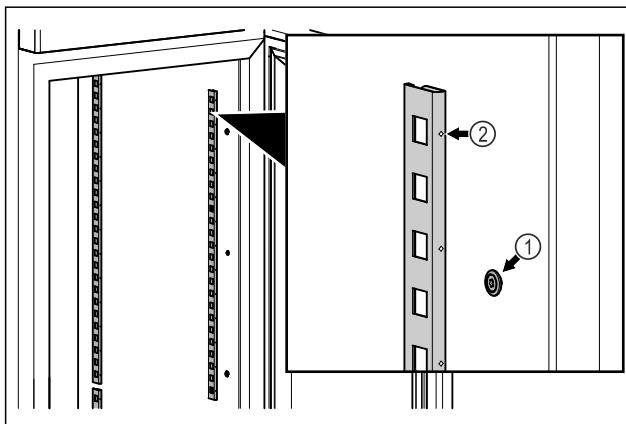

Fig. 15 Atvaizdo pavyzdys
- Iškabinkite fiksavimo juosteles į pakabą Fig. 15 (1). Žyma Fig. 15 (2) turi būti nukreipta į priekį.